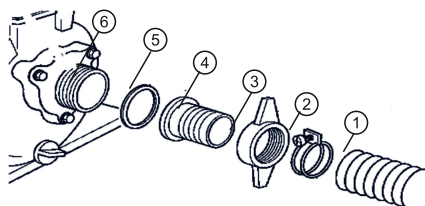

Рис. 11
Установите всасывающий патрубок (4) через уплотнительную прокладку (5) к фланцу насоса (6) и плотно затяните гайку фланца (3) Рис.11. Наденьте до упора всасывающий рукав (1) на патрубок и затяните его хомутом (2).